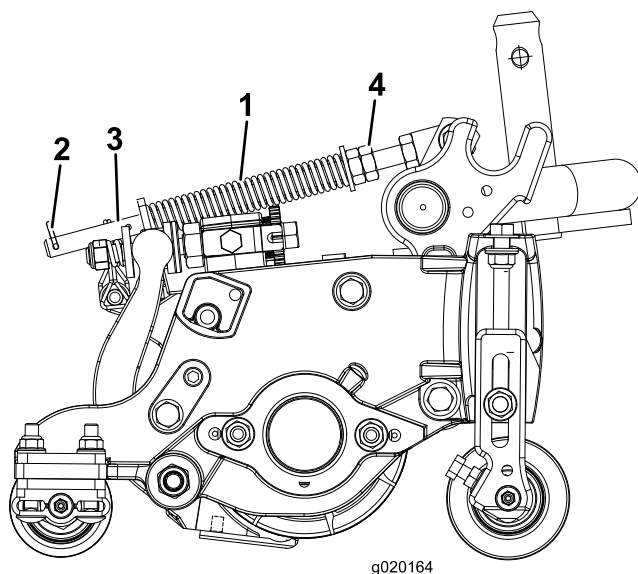

Рисунок 11
- Убедитесь в том, что шплинт вставлен в заднее отверстие штока пружины (Рисунок 11).
- Затяните шестигранные гайки на переднем конце штока пружины таким образом, чтобы длина сжатой пружины (Рисунок 11) равнялась 12,7 см.
Пружина компенсации состояния грунта (Рисунок 11) переносит вес с переднего на задний каток. Это препятствует образованию на грунте волнообразных неровностей (так называемые «волны» или «трясучка»).